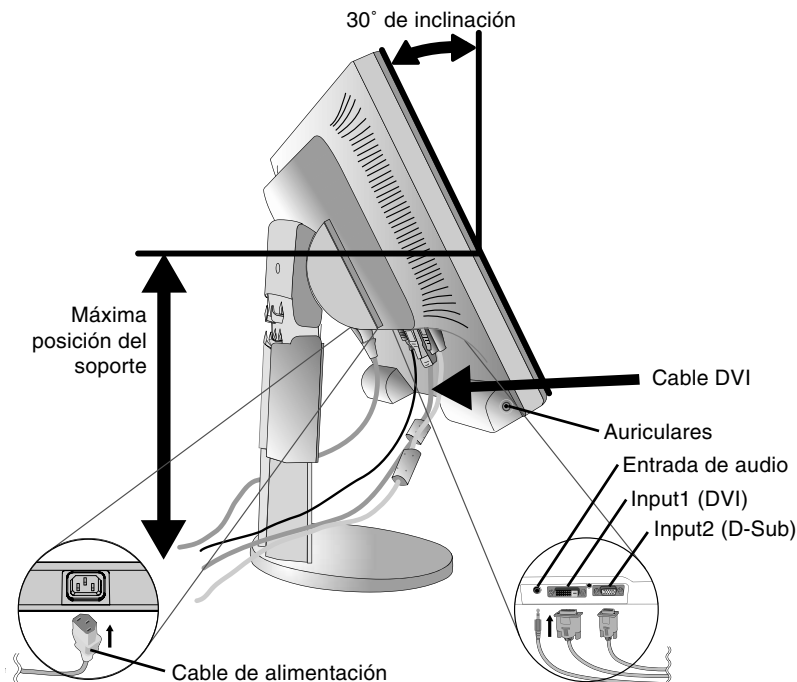

Figura C.1
3. Coloque una mano a cada lado del monitor para inclinar el panel LCD 30 grados y levántelo hasta alcanzar la posición más alta (**figura C.1**).
4. Conecte todos los cables en los conectores correspondientes (**figura C.1**). Conecte los auriculares (no incluidos) al conector apropiado de la parte izquierda del monitor (**figura C.1**).